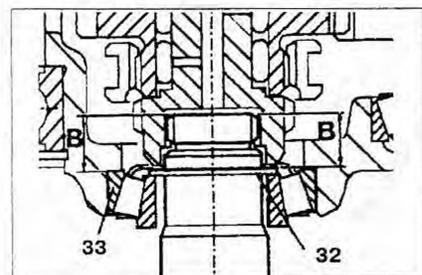

Рис. 4.93. Расстояния **А** и **В**.
5. Определение осевого зазора: Расстояние **В** 16,40 мм – Расстояние **А** 16,30 мм = Расстояние **Е** 0,10 мм (рис. 4.93).